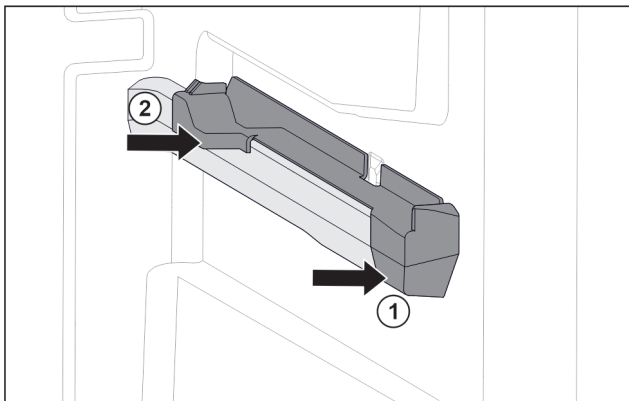

Fig. 72 Pieza de acoplamiento en la nervadura para recipientes derecha
- ▶ Coloque la pieza de acoplamiento delante en la nervadura para recipientes. Fig. 72 (1)
- ▶ Presione la pieza de acoplamiento por detrás. Fig. 72 (2)